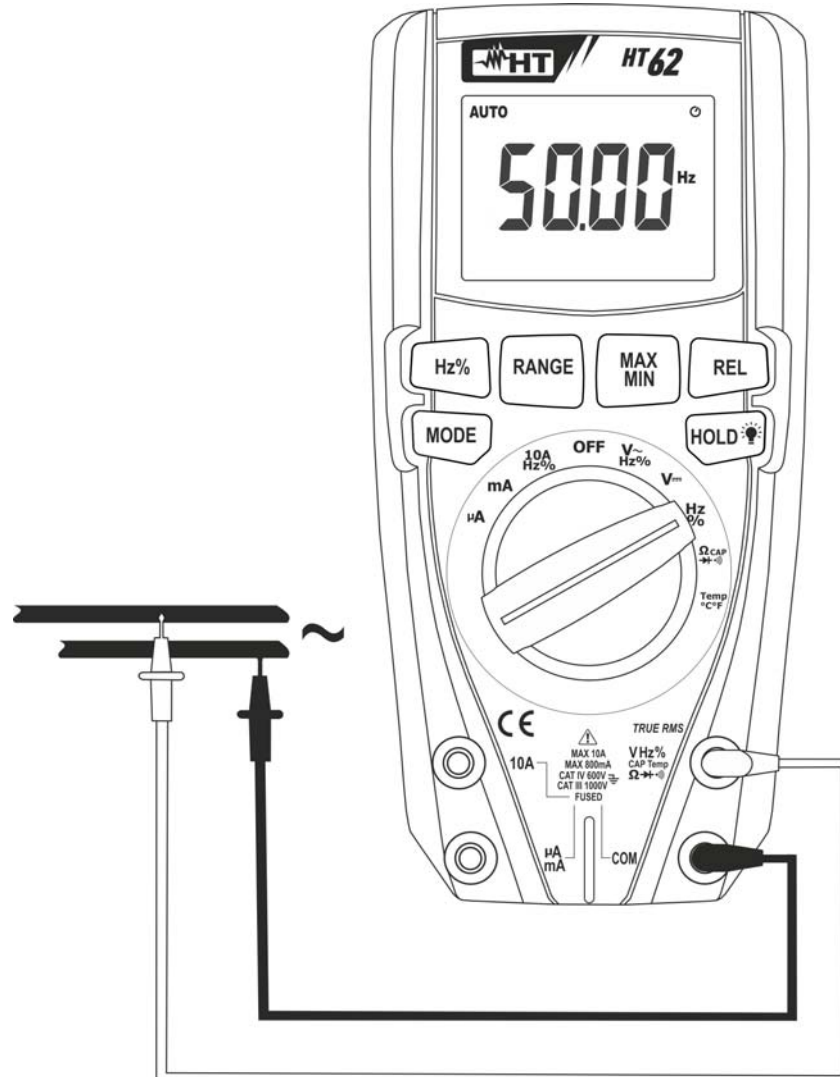

Abb. 4: Verwendung des Gerätes für Frequenz- und Duty Cycle-Messungen
4. Verbinden Sie die rote Messleitung und die schwarze Messleitung mit den gewünschten Messpunkten des zu messenden Kreises (siehe Abb. 4). Der Wert der Frequenz (Hz) oder des Duty Cycle (%) erscheint auf dem Display. Das Bar-Graph ist bei diesen Funktionen nicht aktiv.